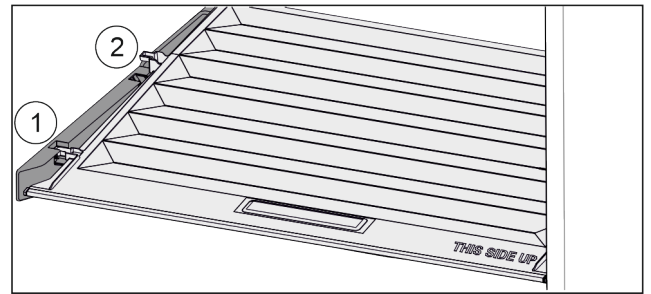

Fig. 45
- ▶ Deksel tot de opening in de vasthoud delen naar voren trekken Fig. 45 (1).
- ▶ Aan de achterkant vanaf de onderkant omhoog tillen en vanaf de bovenkant verwijderen Fig. 45 (2).